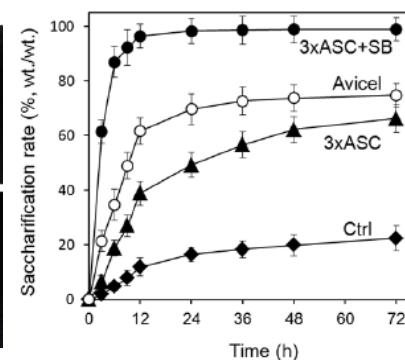

図4 稲藁の酵素糖化に対する前処理の効果 Ctrl：無処理、3XASC：3回ASC処理、Avicel：脚注参照、3XASC+SC：3回ASC + SC処理
- 開発した亜塩素酸・重曹法により、稲藁のリグニンを88%除去することが可能となり、工業用セルラーゼによる50°C、12時間での糖化の場合、無処理稲藁の糖化率20%に対して、96%の糖化率を達成した（図4）。図2中の3回ASC+SBを使用して行った実験の結果である。